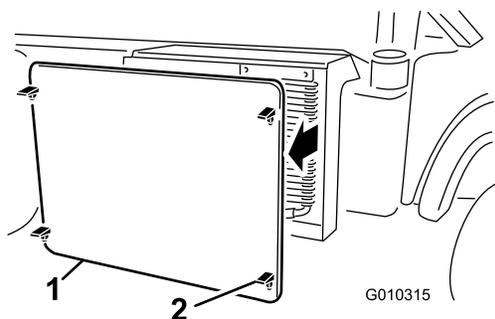

Рисунок 58
2. Расфиксируйте и снимите решетку радиатора с передней стороны радиатора (Рисунок 58).